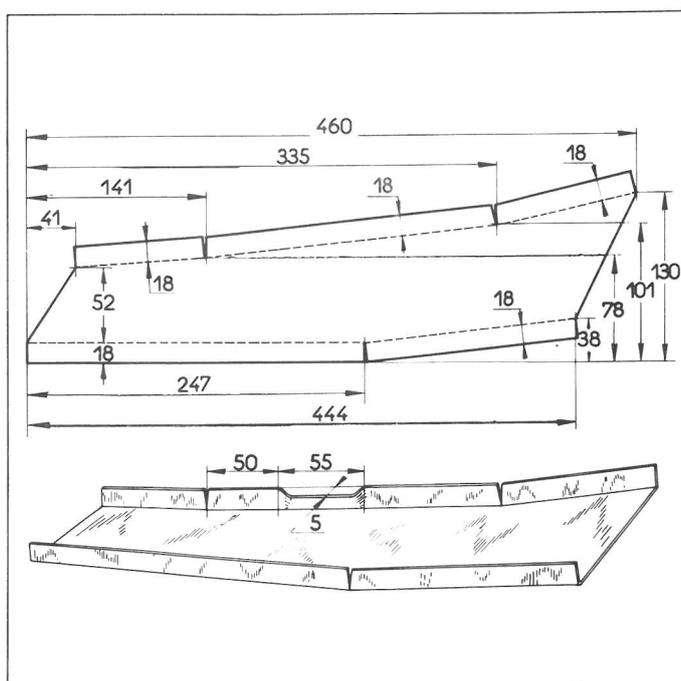

Fig. 2
- Dans de la tôle de 0,8 mm d'épaisseur, réaliser deux renforts symétriques comme indiqué figure 1 et deux autres renforts symétriques comme indiqué figure 2.